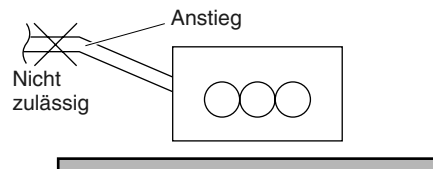

Abb. 3-144
- Das Rohr nicht so einbauen, dass es von der Anschlussstelle aus ansteigt. In diesem Fall fließt das Ablaufwasser zurück in das Gerät, was nach dem Ausschalten eine Undichtigkeit verursacht. (Abb. 3-144)